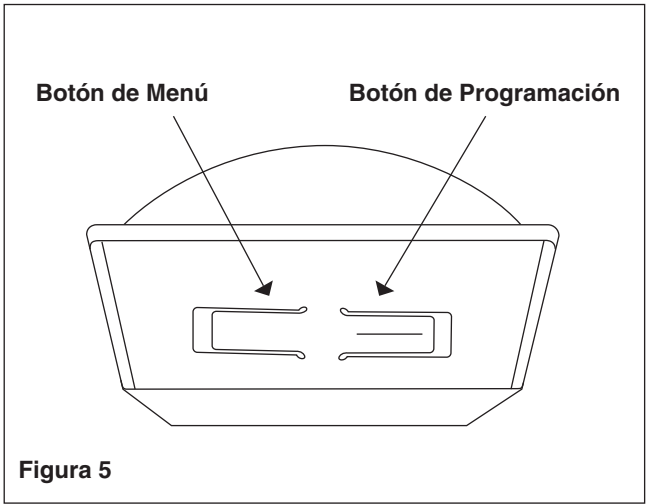

Figura 5
2. Haga clic una vez en el botón de menú en la base del sensor. Esto envía un telegrama de radio asociado/desasociado (vea FIGURA 5). **NOTA:** El botón de interfaz en el sensor se usa sólo para asociar y probar. Los ajustes del cronómetro de ocupación se configuran en el transceptor al cual el sensor está asociado.